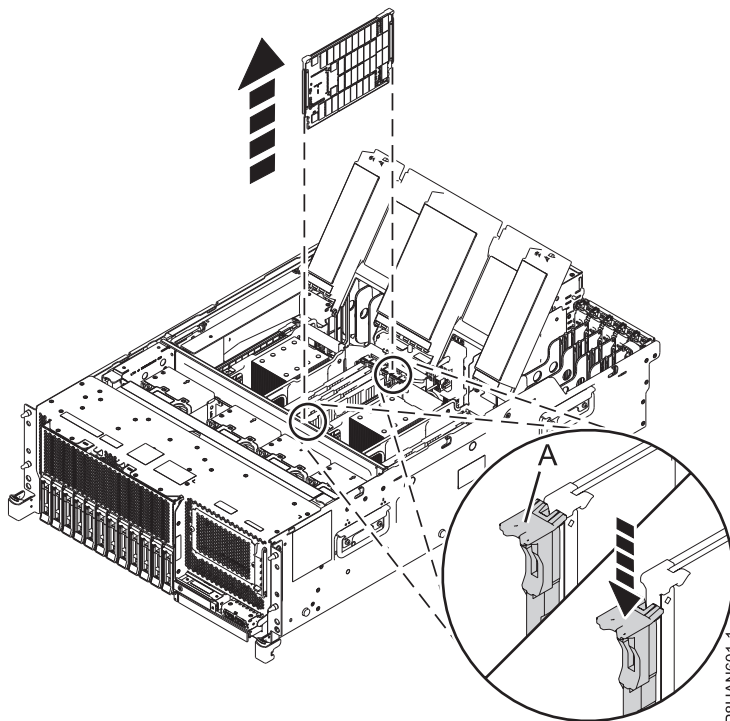

Figure 6. Retrait d'un module de mémoire du système
2. Pour débloquer le module de mémoire de son connecteur dans l'emplacement, appuyez sur les languettes de verrouillage (A) dans la direction illustrée à la figure 6. La pression exercée sur les languettes force le module de mémoire à sortir du connecteur.